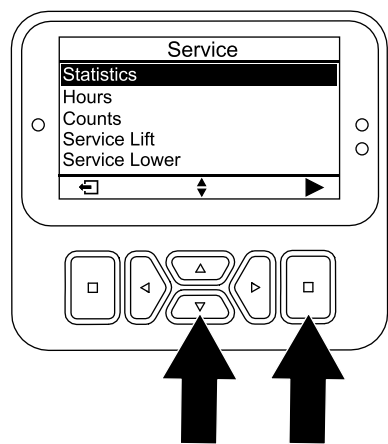

Figura 96
- 5. No ecrã MANUTENÇÃO, prima o botão baixo até a opção STATISTICS estar seleccionada, depois prima o botão de seleção (Figura 96).